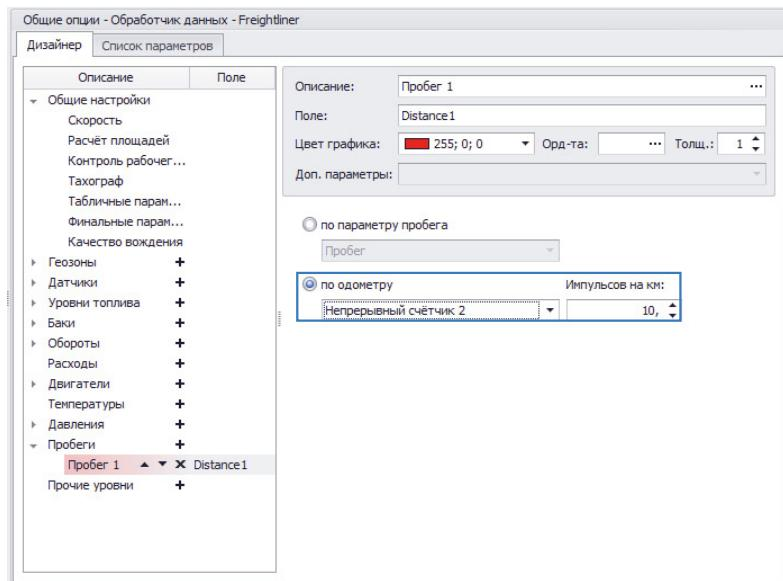

Рис.61. Расчет пробега по показаниям одометра.
**2. по одометру (Рис.61)** – показания пробега согласно одометру ТС. Такая настройка может использоваться, если цифровой вход контроллера «АвтоГРАФ» подключен к импульсному выходу одометра ТС.